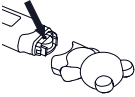

Abbildung 4
3. Ziehen Sie die Kunststoffplatte mit dem Batteriefach vorsichtig etwa 1 cm (etwas weniger als 1/2") heraus (Abbildung 4).